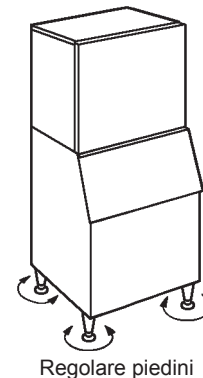

Fig. 5
- 7) Regolare i quattro piedini del fondo (regolabili da 0 a 25,4 mm), in modo che la macchina sia perfettamente orizzontale. Utilizzare una livella a bolla d'aria. Vedere Fig. 5.